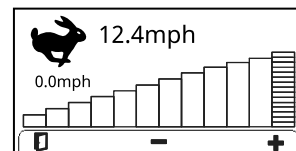

Bild 28
- **Anzeige zur Einstellung der Fahrgeschwindigkeit (Bild 28):** Drücken Sie die Taste